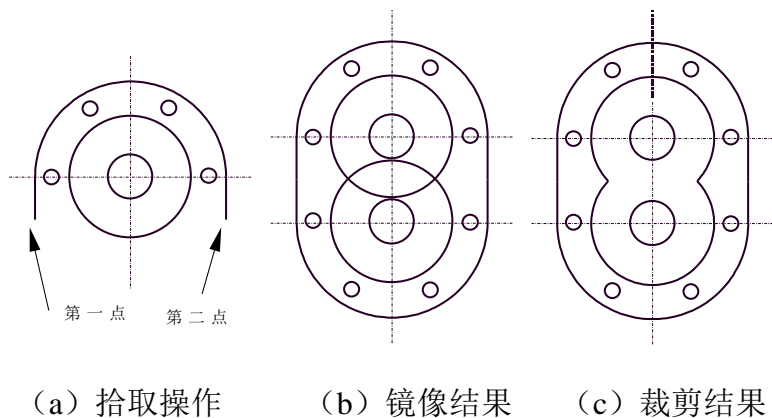

图 4-32 镜像复制应用
**例 2:** 图 4-32 是一个在实际绘图中应用镜像功能的例子。首先绘制并拾取图 (a) 中的实体，选择直线的两端点为对称基准进行镜像操作，结果如图 (b)，再用快速裁剪将多余的线条裁剪掉，可得到如图 (c) 的最终结果。